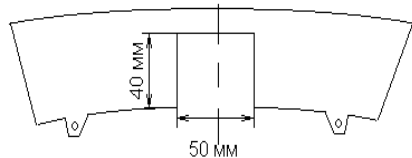

Рисунок 2.
- подключить провода от клемм розетки к бортовой сети автомобиля в соответствии со схемой рис. 2 с помощью разветвителей проводов;